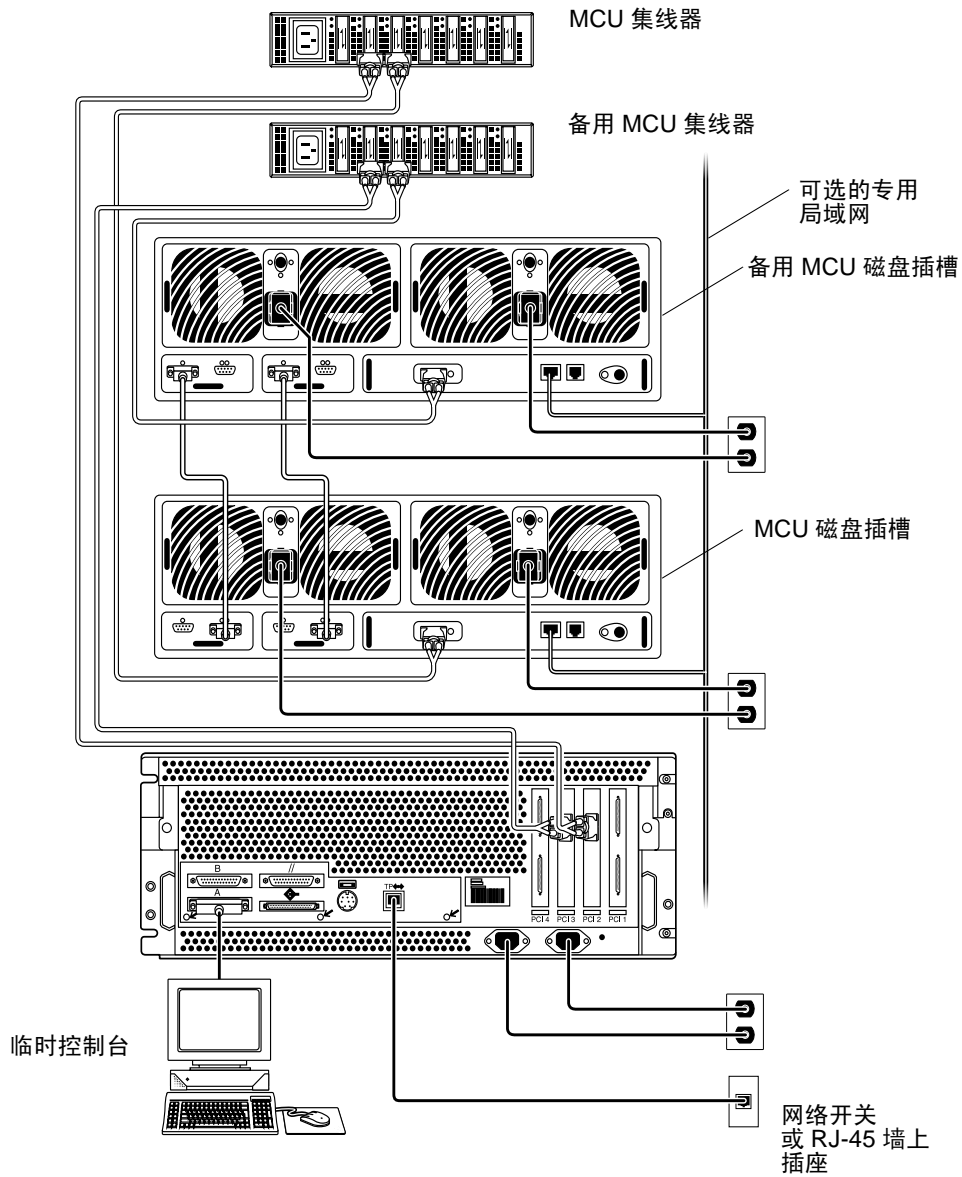
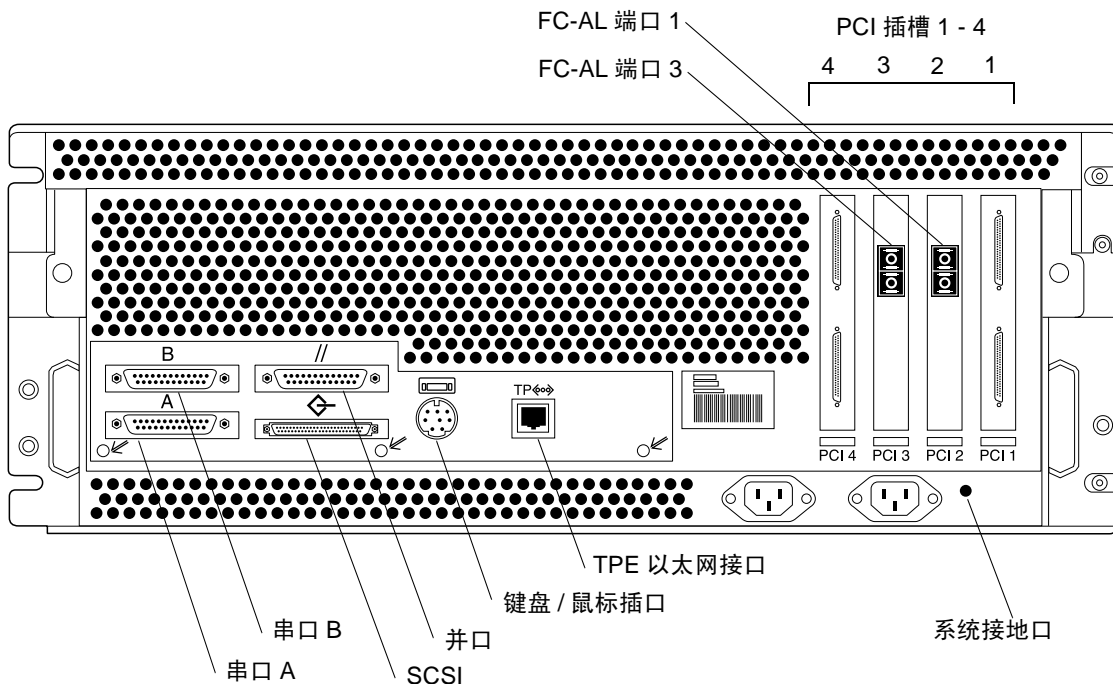
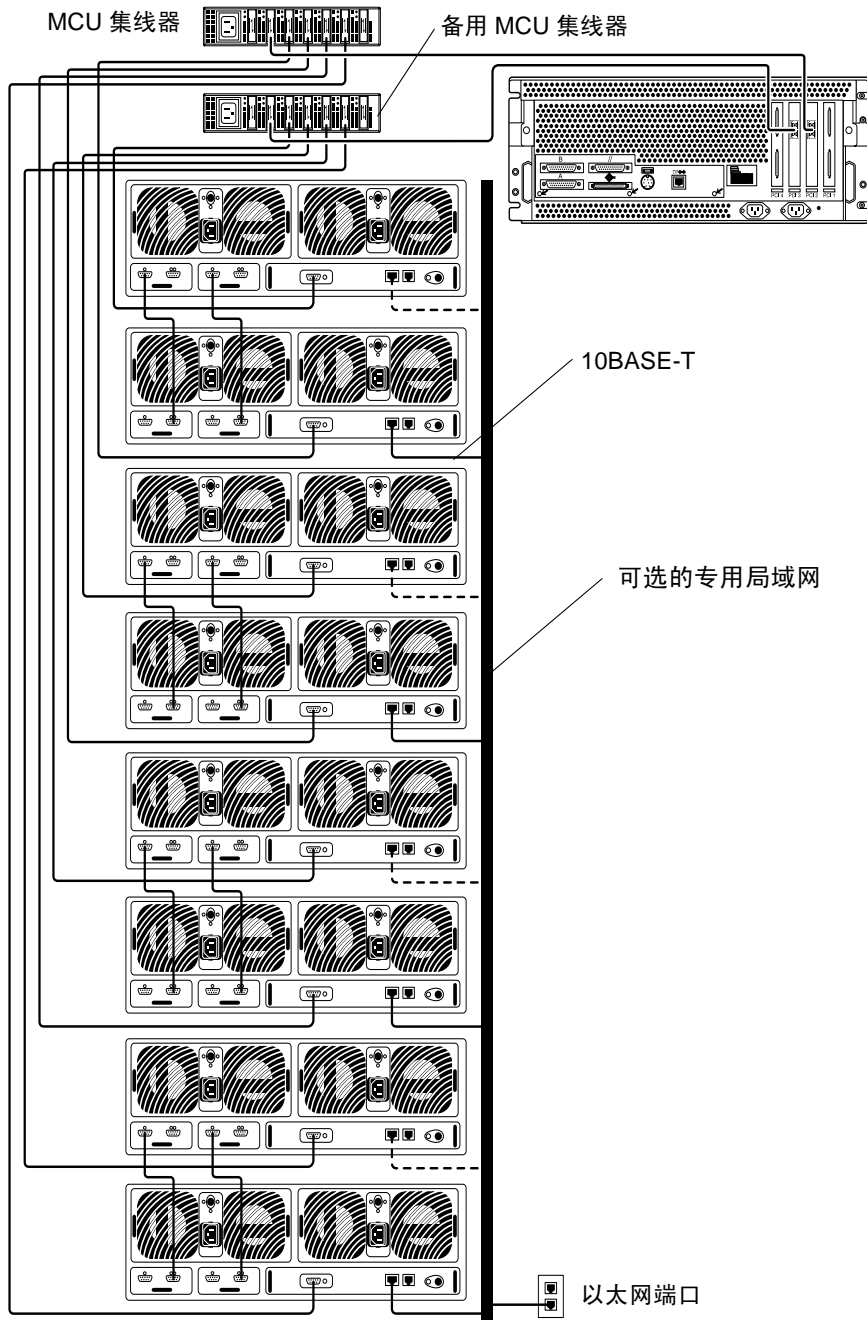

图 7 安装时的 Sun Enterprise 420R 服务器和磁盘插槽伙伴组之间的连接方式
图 8 Sun Enterprise 420R 服务器背面板详图及接口情况
图 9 Sun StorEdge N8400 Filer 的最大配置
3. 如图 7 所示，将光缆的另一端连接到 MCU 集线器的光纤信道仲裁回路 (FC-AL) 端口。
如图 9 所示。
6. 如图 7、图 8 和图 9 所示，用光缆将 MCU 集线器输出和 Sun Enterprise 420R 服务器光纤通道仲裁回路 (FC-AL) 的端口 1 连接起来。
7. 如图 7、图 8 和图 9 所示，用光缆将备用 MCU 集线器输出和 Sun Enterprise 420R 服务器的 FC-AL 端口 3 连接起来。
10. 用串行电缆临时连接 Sun Enterprise 420R 服务器串口 A（如图 7 所示）和任意主机，该主机将充当初始网络配置过程中的控制台。
11. 将 Sun Enterprise 420R 服务器附带的网络双绞线以太网 (TPE) 电缆的一端连接到 Sun Enterprise 420R 服务器网络端口（如图 7 和图 8 所示），另一端连接到网络开关或 TPE (RJ-45) 墙上插座。
15. 如图 7 和图 9 所示，验证所有电缆连接。